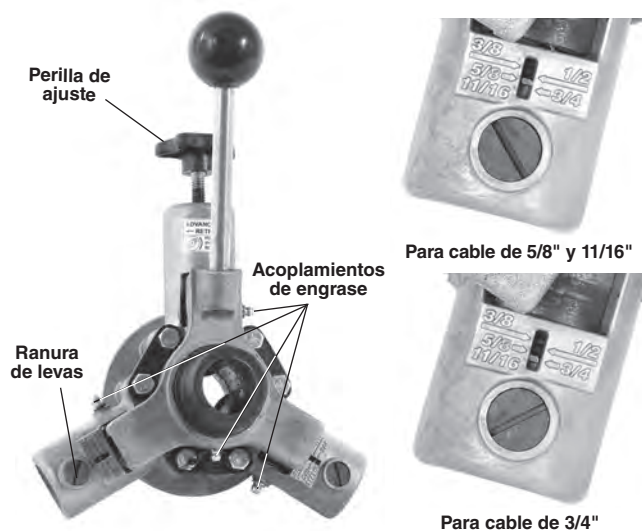

Figura 9 – Revisión del ajuste de la unidad AUTOFEED
Para que la limpiadora funcione correctamente, es necesario ajustar la unidad AUTOFEED de acuerdo con el cable utilizado. El ajuste de la unidad AUTOFEED se puede ver en el frente de la unidad (Figura 9). La ranura está alineada con el indicador del diámetro del cable.
2. Con un destornillador plano, introduzca la punta en la ranura de levas para girar ambas levas (vea la Figura 9). Para un cable de $\frac{11}{16}$ ", use el ajuste de $\frac{5}{8}$ ".
5. Si la máquina incorpora una unidad AUTOFEED, confirme que esté en el ajuste que corresponde al cable utilizado (Figura 9).